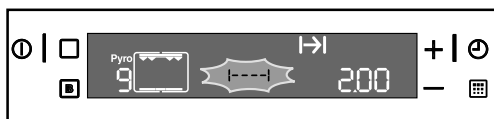

Fig. 19
3. En même temps, le symbole indiquant les grilles  et l'indication **"Pyro"** clignotent sur l'écran et un signal sonore retentit (Fig. 19).